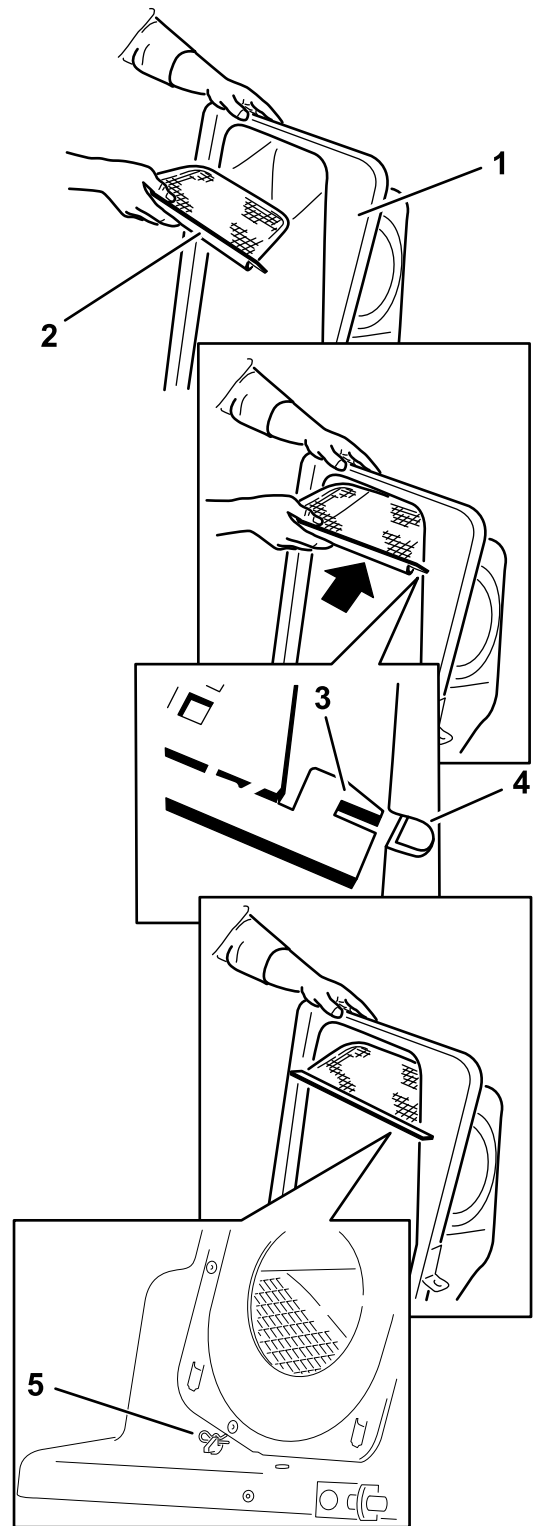

Figura 19
2. Instale o filtro como se mostra na Figura 19 e deslize na direção dos sacos de recolha.